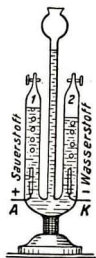

Abb. 413
1. Wasser kann man durch den elektrischen Strom in 2 Gase zerlegen. Diese Zerlegung heißt Elektrolyse. Zur Ausführung dieser Elektrolyse dient zumeist der Wasserzersetzungsapparat nach Hofmann (Abb. 413).